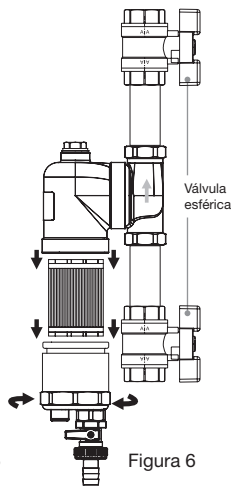

Figura 6
4. Desenroscar la parte inferior del cuerpo y retirar el cartucho del filtro para limpiarlo (Figura 6).